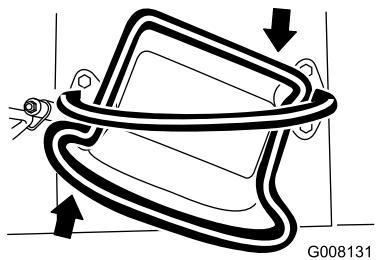

Figura 11
- Para virar para a direita, rode o controlo de tração no sentido dos ponteiros do relógio (Figura 11).